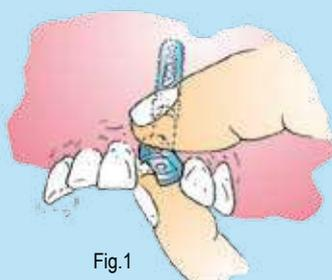

Fig.1
Inserte la FRESA DE AGARRE en el CENTRADOR introduciéndolos en el implante y con una presión constante sobre el tornillo roto a través del CONTENEDOR DE FRESAS (B), desenróscuela y extraígalas del sistema (Fig.1 y 2). En caso de que el tornillo permanezca bloqueado dentro del implante, inserte la FRESA DE AGARRE en el contra-ángulo de implantología 20:1. Ponga el programa inserción de implantes en sentido antihorario e insista en el tornillo roto para aplanarlo y prepararlo para la FRESA ESPECIAL que la destruirá (Fig.3). Inserte la FRESA ESPECIAL en el contra-ángulo de implantología 20:1. Ponga el programa en sentido antihorario con velocidad entre 500 y 600 rpm. Refrigere con mucha agua durante esta operación. Inserte la FRESA ESPECIAL en el CENTRADOR, comience la rotación, manténgala presionada no más de 3 segundos sobre el tornillo roto y suéltela. Este movimiento alternado facilita la entrada de agua para la refrigeración del sistema y la FRESA. Es absolutamente necesario que el CENTRADOR no se mueva durante toda la operación (Fig.4). Si el CENTRADOR se mueve, la FRESA ESPECIAL se romperá. Una vez que todos los grabados láser de la FRESA ESPECIAL desaparecen del CENTRADOR la operación será, completa y el tornillo se destruirá completamente. Una vez que el tornillo ha sido destruido, eventuales virutas pueden ser removidas de la cavidad con aire, agua y aspiración.